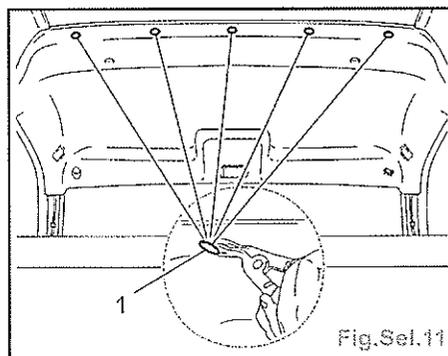

Fig.Sel.11
- Déposer les pions (1) (Fig.Sel.11).